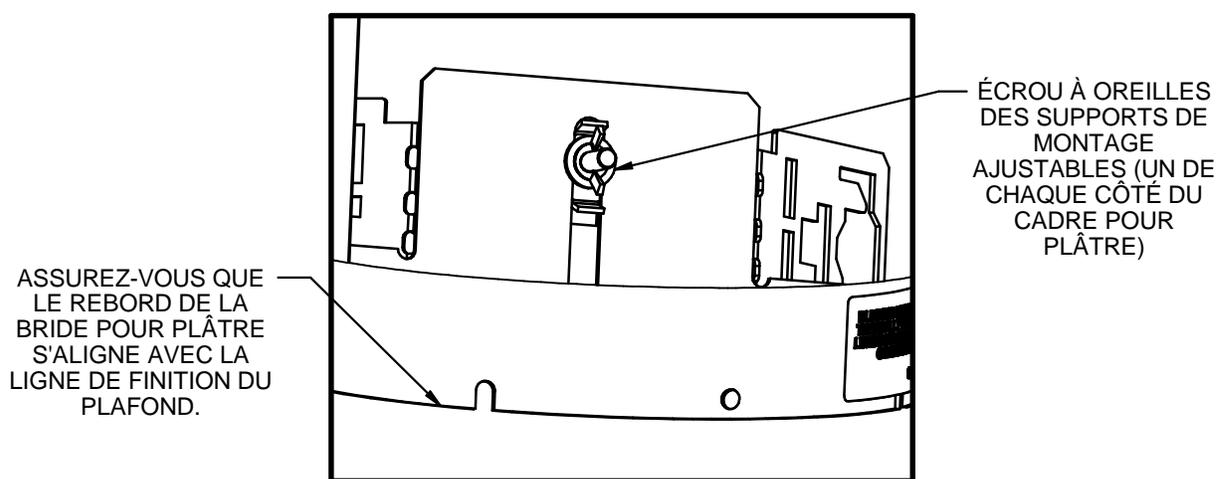

FIG. 2
2. Pour ajuster le luminaire verticalement, retirez le couvercle protecteur transparent (voir **FIG. 3**). Une fois retiré, desserrez les écrous à oreilles sur les supports de montage ajustables de chaque côté du luminaire. **Important – ajustez le luminaire en hauteur de telle manière que le bas de la bride pour plâtre soit au ras de la ligne de finition du plafond** et aligné sur les luminaires voisins (voir **FIG. 2**). Une fois le luminaire correctement ajusté, resserrez les deux écrous à oreilles pour bloquer les supports de montage ajustables. Remontez ensuite le couvercle protecteur transparent. **Important** – le couvercle protecteur transparent est monté sur le cadre pour plâtre à l'usine. Le couvercle sert à protéger les DEL durant l'installation et permet d'utiliser le luminaire pour l'éclairage (sans le réflecteur) pendant la durée des travaux sur le chantier. **ATTENTION** : Gardez ce couvercle en place pour protéger les DEL et ne le retirez provisoirement que pour ajuster le luminaire verticalement ou définitivement une fois que les travaux sont terminés, avant de monter le réflecteur (**étape 6**). Remarque : Le réflecteur **NE PEUT PAS** être monté alors que le couvercle transparent est en place.